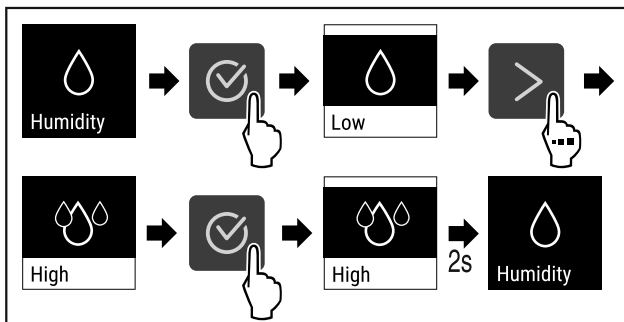

Fig. 75
- ▶ Obavite korake postupka (pogledajte Fig. 75).